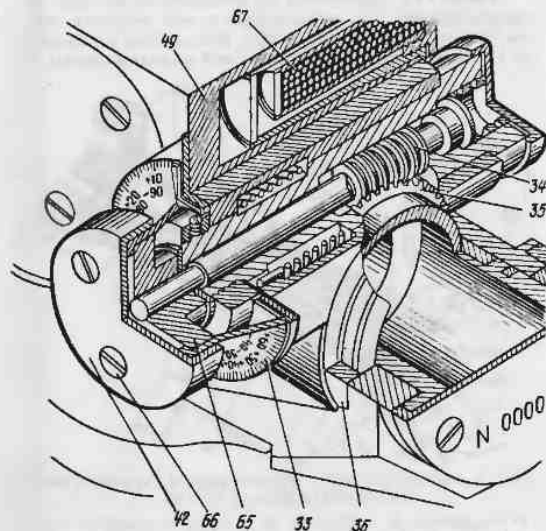

РИС. 7. РАЗРЕЗ ОТСЧЕТНОГО МЕХАНИЗМА ИЗМЕРЕНИЯ ВЕРТИКАЛЬНЫХ УГЛОВ:
6.1.4. Верхняя часть буссоли состоит из корпуса 49 (рис. 4, 7) монокуляра, влагопоглотителя 67 (рис. 7) и отсчетного механизма измерения вертикальных углов, состоящего из шкалы 33 (точной, вертикальной наводки), червяка 34, шкалы 36 (грубой, вертикальной наводки), рукоятки 42 и втулки 65.
В корпусе 49 (рис. 4) со стороны линзы 51 объектива установлен влагопоглотитель 67 (рис. 7). Влагопоглотитель предназначен для поглощения влаги из полости корпуса 49. Влагопоглотитель наполнен поглотителем влаги (силикагель-индикатор) синего цвета.
7.2. Влагопоглотитель 118 предназначен для замены насыщенного влагой поглотителя, установленного на буссоли. Для этого нужно отвернуть колпачок у влагопоглотителя из ЗИП и поставить влагопоглотитель вместо снятого с буссоли влагопоглотителя 67 (рис. 7).
7.5. Ключ 119 предназначен для отвертывания влагопоглотителя 67 (рис. 7).